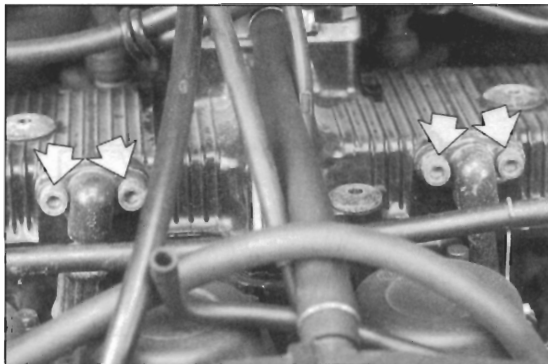
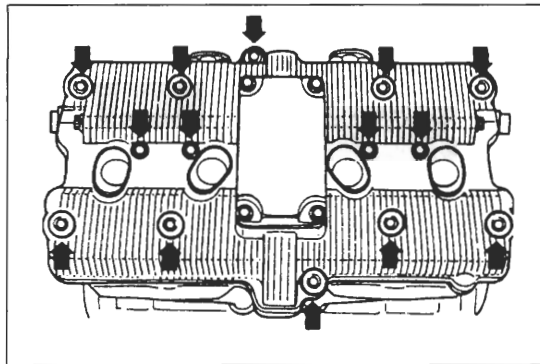

Bild 19 ◀
Bild 20
- Ölzuleitungen (Innensechskant SW 5) abnehmen (Bild 19), Zylinderkopf-Deckelschrauben (SW 6) schrittweise ausdrehen (Bild 20) und Deckel abnehmen. Entlüftungsdeckel nur bei Motorausbau abnehmen.